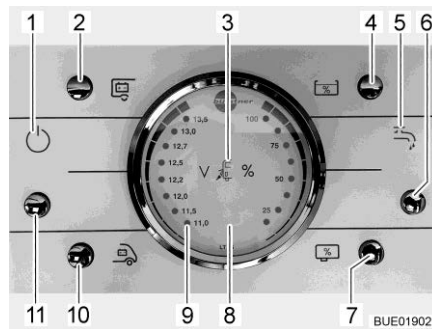

Fig. 183 Pannello di controllo LT 96
Il tasto (Fig. 183,11) inserisce o disinserisce il pannello di controllo e l'alimentazione a 12 V del vano abitabile.
- Accensione:** ■ Premere il tasto (Fig. 183,11): L'alimentazione a 12 V dell'abitacolo è inserita. La spia di controllo (Fig. 183,1) si accende.
- Spegnimento:** ■ Premere il tasto (Fig. 183,11): L'alimentazione a 12 V dell'abitacolo è disinserita. La spia di controllo (Fig. 183,1) si spegne.
Per l'indicatore volt/serbatoio (Fig. 183,8) leggere la scala sinistra. L'indicatore si illumina automaticamente appena viene premuto un tasto.
- Premere il tasto (Fig. 183,10): Viene indicata la tensione della batteria di avviamento.
- Premere il tasto (Fig. 183,2): Viene indicata la tensione della batteria dell'abitacolo.
Per l'indicatore volt/serbatoio (Fig. 183,8) leggere la scala destra. L'indicatore si illumina automaticamente appena viene premuto un tasto.
- Premere il tasto (Fig. 183,4): Viene indicato il livello del serbatoio dell'acqua.
- Premere il tasto (Fig. 183,7): Viene indicato il livello del serbatoio delle acque grigie.
- Premere il tasto (Fig. 183,6): L'alimentazione idrica è accesa. La spia di controllo della pompa dell'acqua (Fig. 183,5) si accende.
- Premere il tasto (Fig. 183,6): L'alimentazione idrica è spenta. La spia di controllo della pompa dell'acqua (Fig. 183,5) si spegne.
La spia luminosa rossa "ALARM" (Fig. 183,9) inizia a lampeggiare non appena la tensione della batteria dell'abitacolo scende al di sotto di 11 V (misurazione durante il normale esercizio) con conseguente rischio che la batteria si scarichi troppo.
La spia di controllo a 12 V (Fig. 183,1) si accende non appena viene inserito il tasto principale dei 12 V (Fig. 183,11).
La spia di controllo a 230 V (Fig. 183,3) si accende quando all'ingresso della centralina elettrica è presente una tensione di rete.